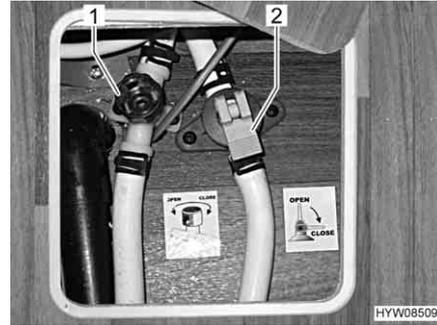

Fig. 127 Rubinetti di scarico (alternativa)
- ▷ Se i rubinetti di scarico sono montati nel doppio fondo, fare riferimento alla Fig. 127.